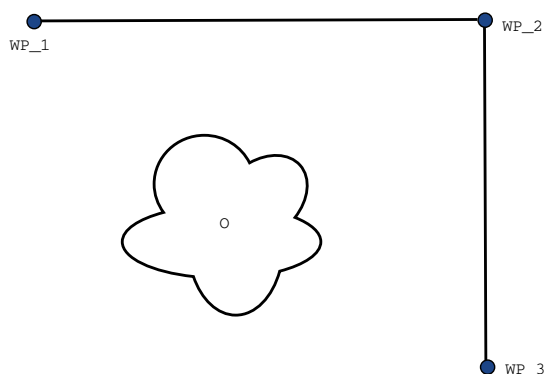

Figure 15.2: WP_1: 初期位置、WP_2: 通過点、WP_3: 持ち上げ位置、0: 障害物。
例 ピックアンドプレースのアプリケーションを例として考えた場合、(図15.2参照)、ロボットは現在中間地点 1 (WP_1) にあり、中間地点 3 (WP_3) で対象物を持ち上げる必要があります。対称物やその他の障害物との衝突を避けるため (0)、ロボットは WP_3 に中間地点 2 から来る方向で接近する必要があります (WP_2)。つまり、中間地点は要件を満たすパスを作り出すために導入されています。